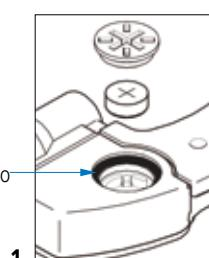

Fig. 1
- Al apretar el conector de salida y la tapa de la batería, tenga cuidado de no dejar que el empaque de hule sea atrapado por la tapa o cubierta. (**Fig. 1**)